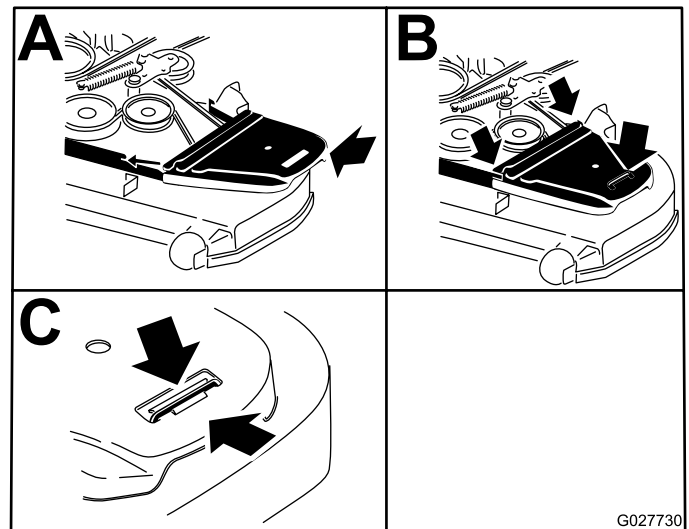

**Bild 74**
10. Setzen Sie eine Ratsche in das rechteckige Loch ein und verlegen Sie den neuen Riemen um die Riemenscheiben des Mähwerks und um die Spannscheiben (Bild 74).
8. Setzen Sie eine Ratsche in das rechteckige Loch im Spannarm ein, um die Spannung an der Spannscheibenfeder zu lösen (Bild 74).
10. Heben Sie die Riemenführungsnase an und nehmen den vorhandenen Riemen ab (Bild 74).
11. Verlegen Sie den neuen Riemen um die Mähwerk- und Bremsspannscheiben unter dem Motor (Bild 74).
12. Drehen Sie die Riemenführungsnase und stellen Sie sicher, dass sie gegen den Drehzapfenhub anschlägt Bild 74.
13. Setzen Sie die Spannscheibenfeder mit der Ratsche im rechteckigen Loch ein (Bild 74).